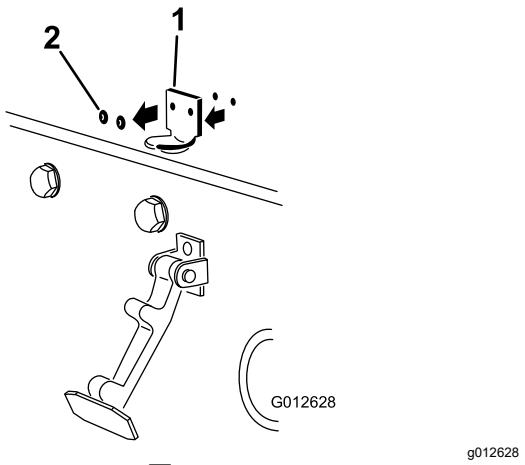

図 5
2. フードラッチブラケットをフードに固定しているリベット2本を外す図 5。
注 ロックブラケットをフードに当てて取り付ける図 5。